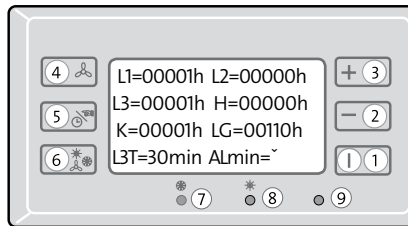

Abb. 6.18
- Drücken Sie so oft **Taste 5**, bis „**ALmin**“ blinkt (s. Abb. 6.18)
- Auf dem Display erscheint die Betriebseinstellung mit der „Jahreszahl **94**“ (s. Abb. 6.18).